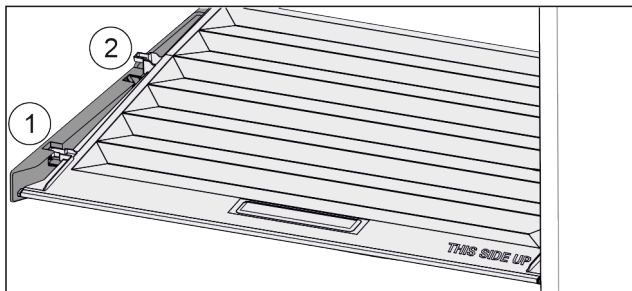

Fig. 101
- ▶ Trageți capacul în față Fig. 101 (1) până la orificiul din piesele suportului.
- ▶ Ridicați în spate de jos și scoateți Fig. 101 (2) în sus.